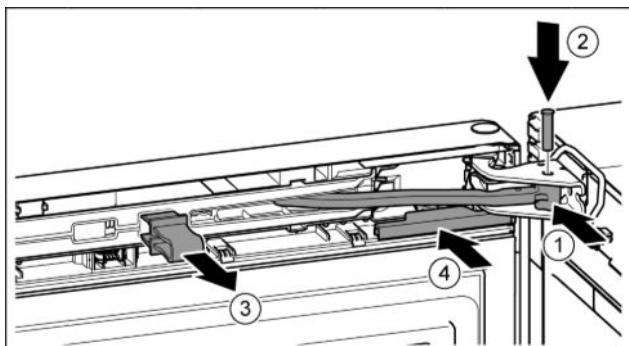

Fig. 20
- Поверніть шарнір в опорному кронштейні. Fig. 20 (1)
- Встановіть гвинт в опорний кронштейн та шарнір. При цьому виступ фіксатора повинен займати правильне положення в пазу. Fig. 20 (2)
- Зніміть запобіжник. Fig. 20 (3)
- Насуньте кришку. Fig. 20 (4)